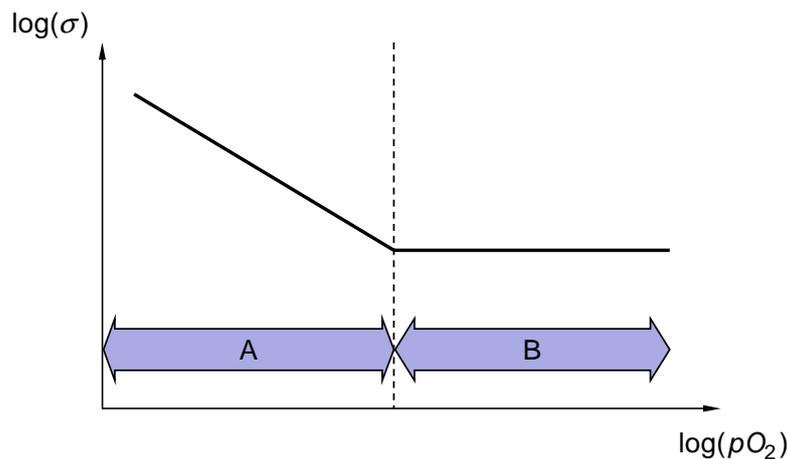

Bild K2-1: Abhängigkeit der spezifischen Leitfähigkeit vom Sauerstoffpartialdruck der umgebenden Gas-Atmosphäre
b) Gegeben ist nun die spezifische Leitfähigkeit σ von Lanthan (La) dotiertem Bariumtitanat (Ba,La)TiO₃ als Funktion des Sauerstoffpartialdruckes pO_2 der umgebenden Gas-Atmosphäre (siehe *Bild K2-1*). Erklären Sie anschaulich die Ursache der unterschiedlichen Verläufe der Leitfähigkeit in den Bereichen A und B. (2 Punkte)